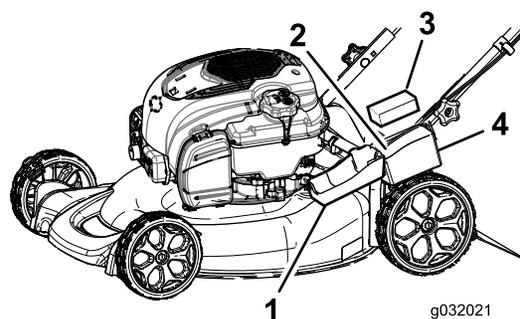

Figura 29
1. Abra a tampa da bateria e retire (**Figura 29**).